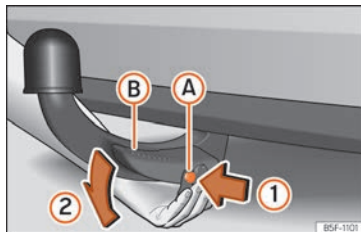

Abb. 270 Anhängerkupplung ausbauen
- Drücken Sie den Entriegelungsbolzen (A) in Pfeilrichtung (1) und gleichzeitig den Hebel (B) in Pfeilrichtung (2) bis zum Anschlag » » » Abb. 270.